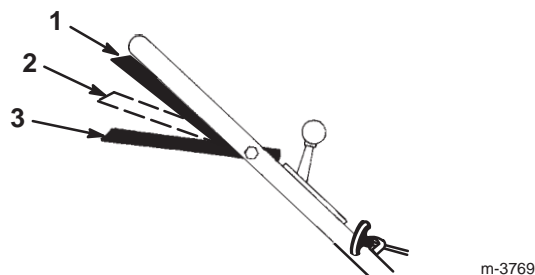

Figure 11
3. Serrez la barre de commande contre le guidon en position **Marche/déplacement** (Fig. 11).
**Remarque :** Ne changez pas de vitesse lorsque la barre de commande est serrée contre le guidon en position **Marche/déplacement**, au risque d'endommager la transmission. Placez la barre de commande en position **Marche/changement** (Fig. 11) pour changer de vitesse de déplacement.